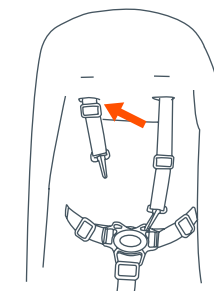

Fig. 13a
13) Las correas del hombro del arnés de 5 puntos tienen 3 posiciones de sujeción. escoja la posición que sitúe a la correa del hombro al mismo nivel o a un nivel inferior a la parte superior del hombro del niño (Fig. 13a). Para ajustar la altura de arnés desganche el cinturón del broche entrepiernas. Pase el cinturón através